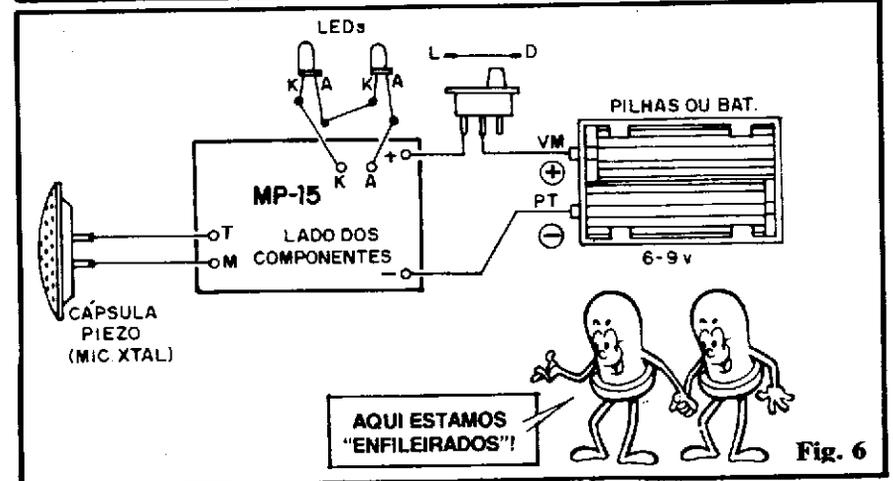

Fig. 6
- FIG. 6 - Diagrama das conexões externas à placa (esta ainda vista pelo lado **não cobreado**, porém **sem** os componentes indicados na fig. anterior, para não “embanar” a interpretação da turma...). **ATENÇÃO** à polaridade da alimentação (pilhas ou bateria) codificada pela **cor** dos fios, como é norma. **CUIDADO** com a identificação dos terminais dos dois LEDs e sua interligação (toda feita com pequenos pedaços de cabinho). **VERIFICAR** também as conexões à chave interruptora (e seu sentido de acionamento) e à cápsula de microfone de cristal (piezo). Notem que todos os pontos de conexão à placa estão devidamente codificados (em dúvida, comparar com os dados apre-